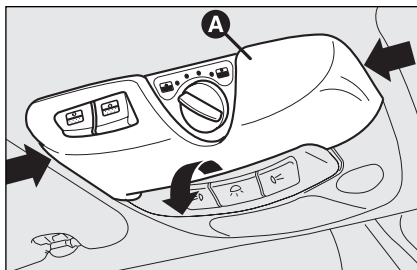

fig. 82
- ☐ quite la lámpara de techo anterior **A**-fig. 82 presionando lateralmente la moldura de plástico como indicado por las flechas;